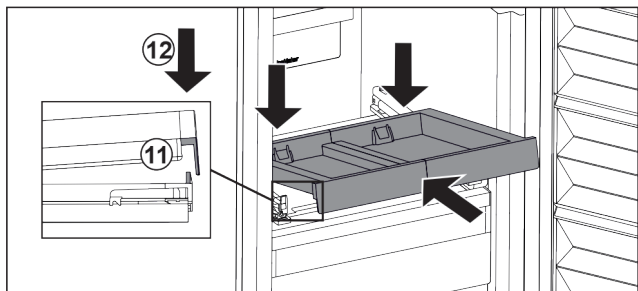

Fig. 108
- ▶ Skjut in i vinkel. Kontrollera att stoppet befinner sig på båda sidorna bakom fliken. Fig. 108 (11)
- ▶ Sätt ned utdragshyllan framtill. Fig. 108 (12)